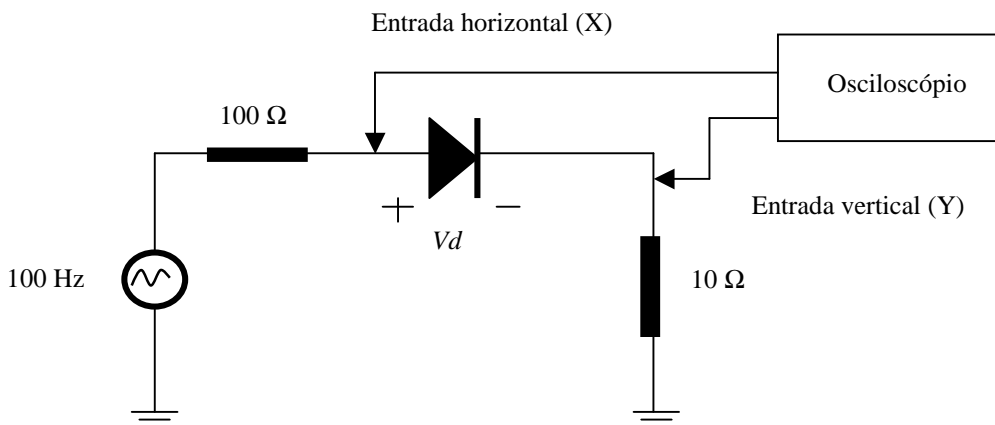

Figura 5. Arranjo experimental para visualizar a curva característica de um diodo usando o modo X-Y de um osciloscópio.
**E5** - Monte o circuito representado na Figura 5.